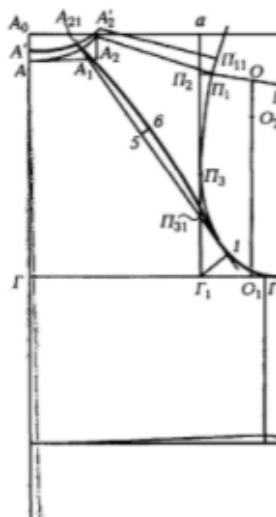

Рис.14.1- Чертёж верхнего участка проймы спинки.
1. Используя чертёжные принадлежности, произвести построение и оформление верхнего участка проймы спинки (рис.14.1).